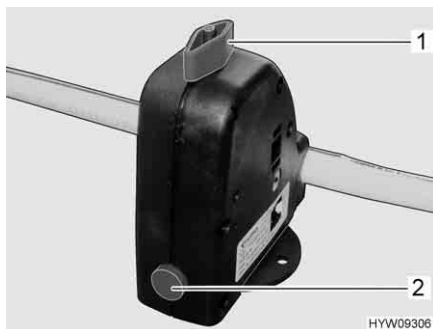

Fig. 184 Valvola di sicurezza/di scarico (Truma)
- Chiudere la valvola di sicurezza/di scarico (Truma). A tal fine ruotare la manopola (Fig. 184,1) verticalmente rispetto alla valvola di sicurezza/di scarico e premere verso l'interno il bottone automatico (Fig. 184,3). Con temperature inferiori a 6 °C non è possibile chiudere la valvola di sicurezza/di scarico.